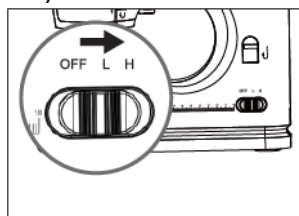

Fig.9
6. Přepněte spínač do pozice Low nebo High speed a stroj automaticky začne šít. Pro začátečníky doporučujeme nízkou rychlost (Fig. 9).